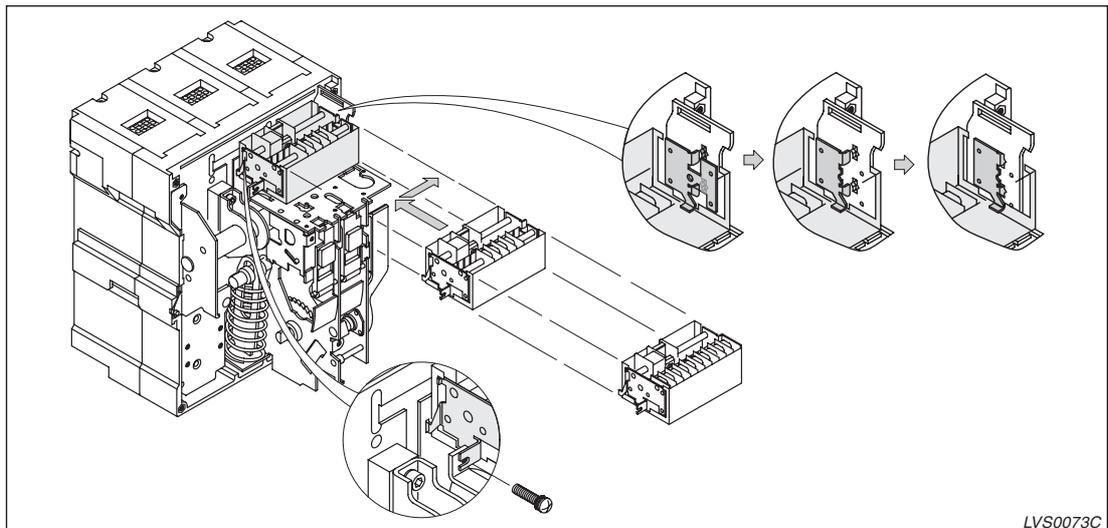

Abb. 4-5: Ausbau des Hilfsschalters AX
- ① Setzen Sie den AX von vorne ein, wie in Abb. 4-5 gezeigt. Führen Sie den Ansatz rechts in die mechanische Verbindung ein.
- ② Führen Sie den Ansatz (siehe Abb. 4-5) links in die Öffnung des isolierten Unterteils ein und richten Sie den AX aus.